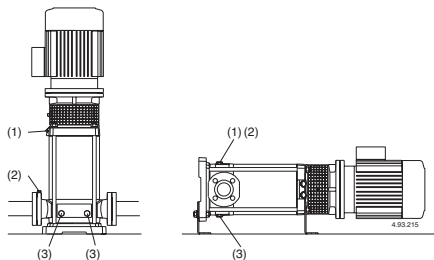

Рис. 4Д (1) Наполнение и отдушина
При положении **насоса выше уровня перекачиваемой жидкости** (работа в режиме всасывания, рис. 3А) или при недостаточной высоте напора (менее 1 м) для открытия обратного клапана наполните всасывающую трубу и насос через соответствующее отверстие (1) (рис. 4а, 4д). Для удобства можно использовать шланг (или колено) и воронку.
Во время наполнения винт со штифтом (14.17) в сливной пробке (14.12) должен быть откручен, чтобы имелось соединение между камерой подающей части и камерой всасывающей части (рис. 4а).
Рис. 4а Наполнение:
Рис. 4б При работе: внутренний проход открыт
При горизонтальной установке наполнять и выпускать воздух через отверстия (1) на корпусе насоса (14.00). При работе под гидравлическим напором (рис. 3В) наполняйте насос, медленно открывая задвижку на всасывающей трубе до полного раскрытия; при этом, задвижка в подающей трубе и отдушны (1) и (2) должны быть полностью открыты (рис. 4), чтобы выпустить воздух.
Закрыть отдушины (1) и (2) (рис. 4д). Для MXV-B, MXV(L) 25-32-40-50 е MXV(L)4 25-32-40- 50 Затяните игольчатый винт (14.17) в сливной заглушке (14.12) (рис. 4б) и закройте отверстие для выпуска ВОЗДУХа (14.04). Запустите насос, закрыв задвижку на подаче и полностью открыв задвижку на всасывании. Сразу же после этого медленно откройте задвижку на подаче, регулируя рабочие параметры в пределах, указанных на заводской табличке.
Если заливка прерывается (непостоянный поток на подаче при открытых задвижках) или если вавление на манометре колеблется, проведи повторный выпуск воздуха на всасывании (2), проверить герметичность всех соединений всасывающей трубы и крепко затянуть выпускную заглушку (2) и сливные заглушки (3) со стороны всасывания (рис. 4).
По возможности, как в случае временной работы с грязными жидкостями, прокачайте через насос немного чистой воды для удаления осадков. Либо, после слива воды, промойте насос, залив не менее 40 л чистой воды в заливное отверстие (1) со стороны подачи и дайте ей вылиться через сливное отверстие (3) со стороны всасывания (рис. 4).
Перед разборкой насоса отсоединить провод от зажимной коробки, закройте задвижки на всасывании и подаче и слейте жидкость из корпуса насоса (рис. 4).
5. снять винты (61.07) и снять втулку (32.00) с подшипником (66.00) и соединением (64.22) с верхней крышки (34.02) и вала (64.00) - рис. 4б;